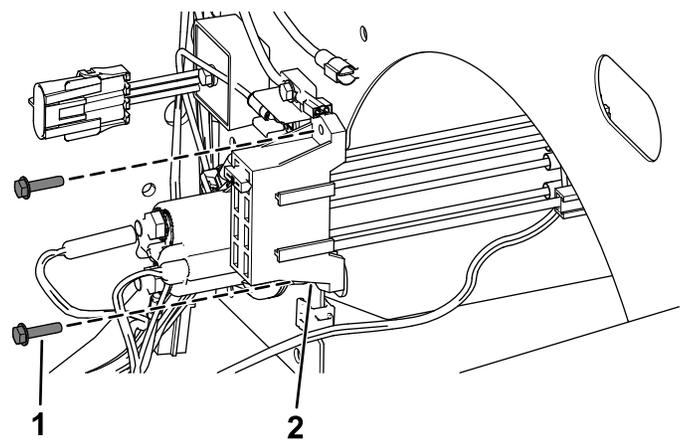

Figure 21
- **Modèles à partir du numéro de série 403448001** : fixez le nouveau porte-fusibles en place avec les 2 vis autotaraudeuses, comme montré à la Figure 21.